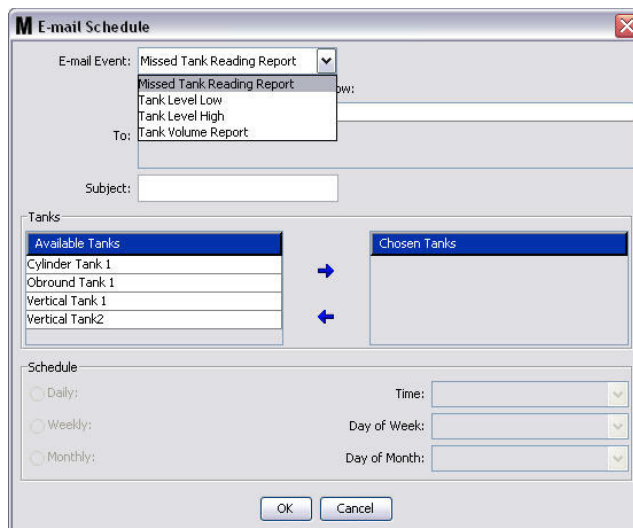

Рис. 141
1. Нажмите кнопку «New Schedule» [Создать расписание], чтобы появилось окно настройки «E-mail Schedule» [Планирование отправки электронной почты]» (Рис. 141).
2. Появится окно «E-mail Event» [Событие отправки электронного письма]» (Рис. 141 на стр. 107). После внесения изменений нажмите кнопку «OK» [ОК], чтобы закрыть окно и сохранить.